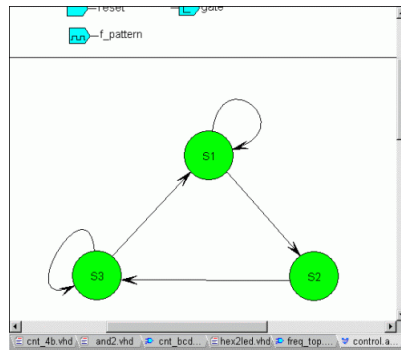

Рисунок 1.39 – Розміщення переходів
1.2.7.10 Для вказівки переходів в автоматі використовують інструмент  **Transition**. Встановивши курсор миші на стані передавача, натискуйте ліву кнопку і перетягніть лінію-перехід в стан приймача. Утворюється направлена гілка графу переходів. В результаті повинен вийти граф автомата, зображений на рис.1.39.